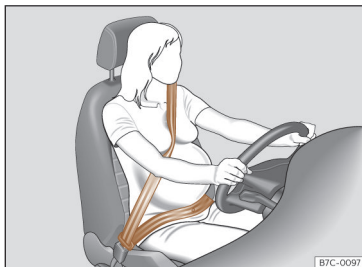

Fig. 23 Colocação da faixa do cinto de segurança no caso das mulheres grávidas.
No caso de **mulheres grávidas**, o cinto de segurança deve passar de forma uniforme sobre o peito e o mais baixo possível na zona pélvica, com a faixa plana para que não pressione o ventre; deve utilizar-se durante toda a gravidez >>> **Fig. 23.**
- No caso de mulheres grávidas, a faixa abdominal do cinto de segurança deve passar o mais baixo possível à frente da zona pélvica, direita e «contornando» o ventre >>> **Fig. 23.**